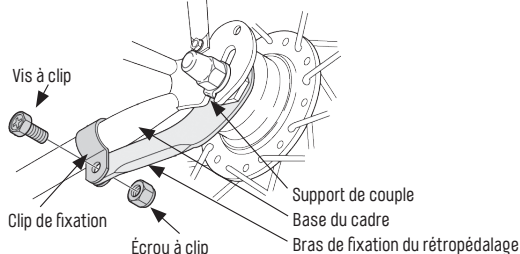

Fig. 3/31 Bras de fixation du rétropédalage Source Shimano
- Les freins à rétropédalage disposent d'un bras de fixation (« Fig. 3/ Bras de fixation du rétropédalage Source Shimano ») qui prend appui sur la base du cadre. Pour un bon fonctionnement, ce bras doit être monté à demeure à l'aide d'un clip de fixation, ou directement sur la base du cadre.